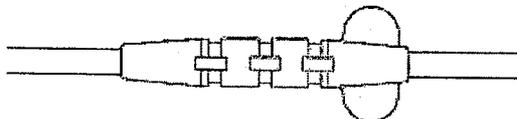

Figura 8. Lengüeta del manguito de fijación
- No ate las suturas directamente al cuerpo del cable (Figura 8).